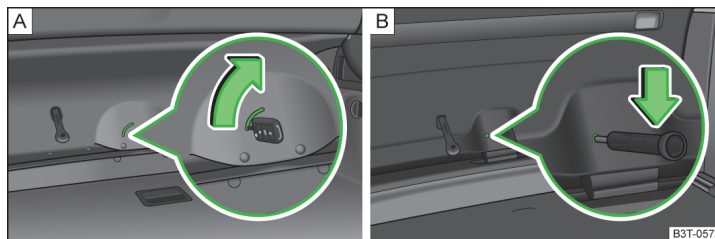

Fig. 194 Desbloqueo de emergencia: Superb / Superb Combi
- Introduzca la llave del vehículo hasta el tope en la ranura del revestimiento » fig. 194 - A.
- Introduzca un destornillador o una herramienta similar hasta el tope en la abertura del revestimiento » fig. 194 - B.